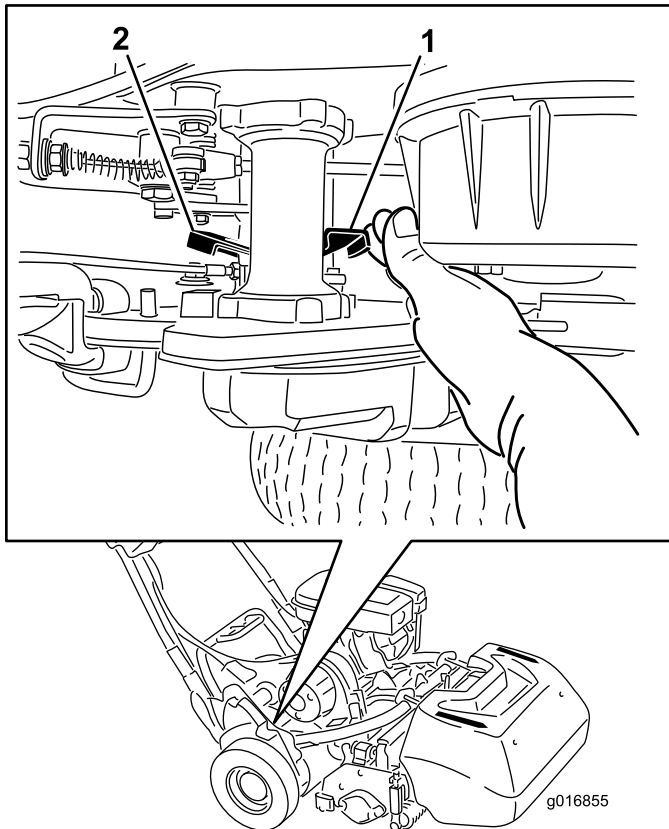

Figura 28
1. No canto posterior direito da máquina, localizar a alavanca de engate/desengate da tracção ao lado do tambor da transmissão (Figura 28).